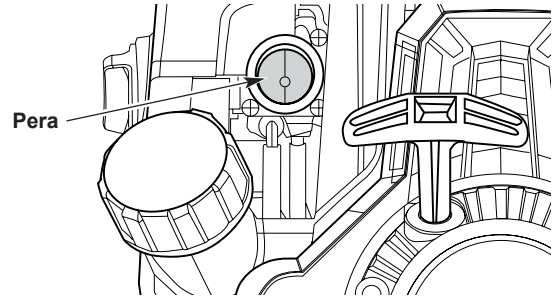

Fig. 8
3. Presione lentamente y libere la pera 10 veces (Fig. 8).